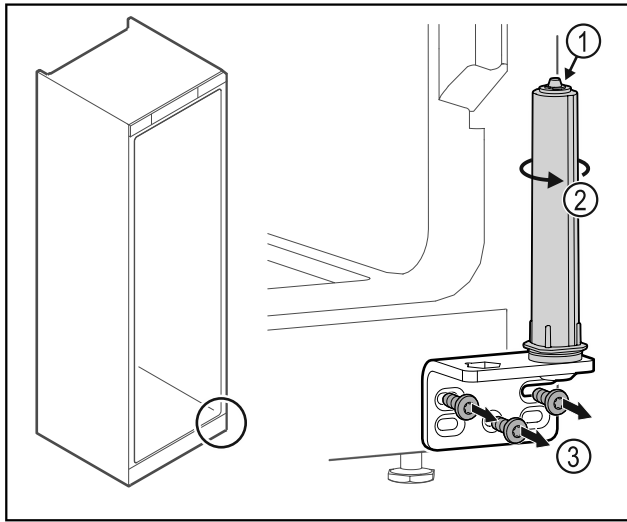

Fig. 38
- ▶ 请勿拆解关门系统 Fig. 38 (1)。
- ▶ 转动关门系统 Fig. 38 (2), 直至听到咔嚓声。
- ▶ 拧下合页角铁 Fig. 38 (3)。